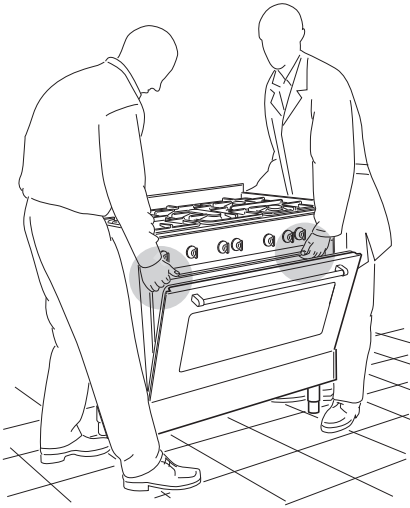

Afb. 1.6
- Assembleer het achterscherm zoals aangegeven in Afbeelding 1.6 en bevestig het door de schroef "B" en de afstandsringen "A" vast te draaien.